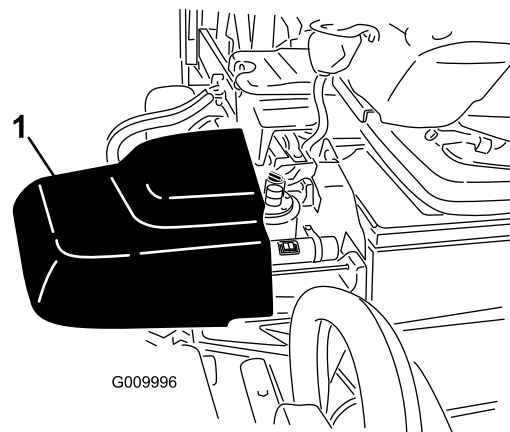

Figura 16
2. Puxe ligeiramente para cima nas extremidades exteriores da cobertura do depósito e deslize o resguardo do depósito hidráulico para expor o tubo de enchimento e tampa do depósito hidráulico (Figura 16).